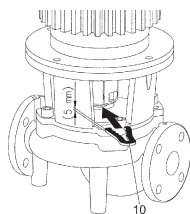

Fig. 13: Plassering av montasjegaффelen
10. Plasser montasjegaффelen (Fig. 13, Pos. 10) mellom lanteren og koblingen. Montasjegaффelen må sitte uten klaring.
13. Plasser montasjegauffelen (Fig. 13, Pos. 10) mellom lanteren og koblingen. Montasjegauffelen må sitte uten klaring.